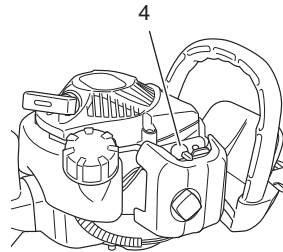

Fig. 4
\* Presione varias veces el cebador (4), de manera que el combustible fluya a través del cebador o de la tubería de retorno. (Fig. 4)